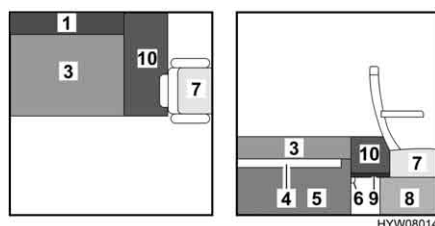

Fig. 103 Dopo la trasformazione
- Piazzare il cuscino aggiuntivo (Fig. 103,1) tra il cuscino del divano (Fig. 103,3) e la parete esterna.
- Applicare il cuscino aggiuntivo (Fig. 103,10).
- Spingere all'indietro il sedile del conducente (Fig. 103,7) così tanto che la prolunga dei sedili (Fig. 103,9) ed il cuscino aggiuntivo (Fig. 103,10) non possano scivolare.